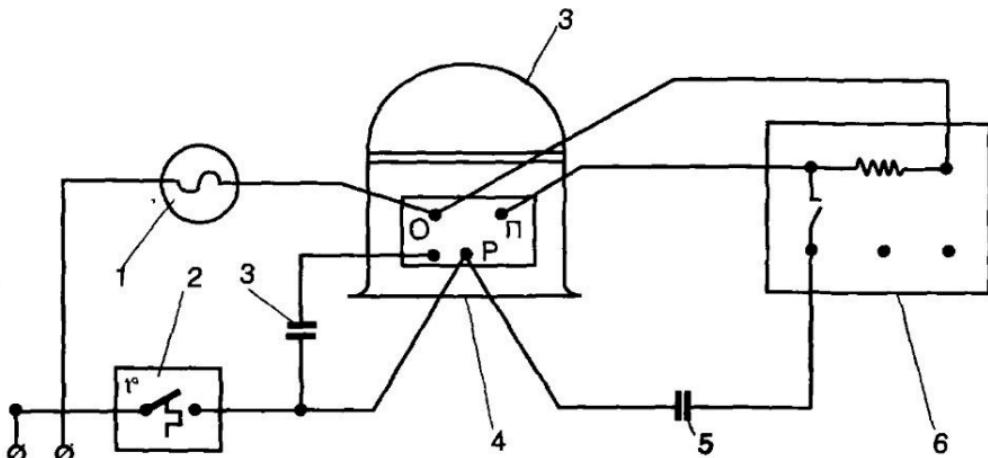

Рис. 45. Схема соединений электрооборудования компрессора при затрудненном пуске:
12.7. Электросхему для затрудненного пуска применяют в тех случаях, когда осуществить нормальный пуск электродвигателя не представляется возможным. К таким условиям относятся колебания напряжения или низкое напряжение в электросети, или когда агрегат работает циклически. Схема для затрудненного пуска предназначена для преобразования электродвигателя с двумя работающими обмотками и низким пусковым моментом, в электродвигатель с конденсаторным пуском. В эту схему входят дополнительное пусковое реле и пусковой конденсатор (рис. 45).